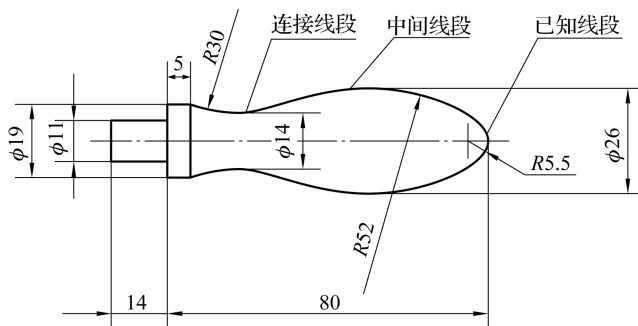

图 1-1-17 手柄
尺寸按其在平面图形中所起的作用,可分为定形尺寸和定位尺寸两类。现以如图 1-1-17 所示手柄的图形为例进行分析。
(1)定形尺寸。确定平面图形上几何元素大小的尺寸称为定形尺寸,如直线的长短、圆弧的直径或半径以及角度的大小等。如图 1-1-17 中的 $\phi 11$ 、 $\phi 19$ 、 $\phi 26$ 和 $R52$ 等。
(2)定位尺寸。确定平面图形上几何元素间相对位置的尺寸称为定位尺寸,如图 1-1-17 中的 80。
线,左、右端面,上、下顶(底)面等,如图 1-1-17 中的中心线。
分析尺寸时,常会见到同一尺寸既是定形尺寸,又是定位尺寸,如图 1-1-17 中,尺寸 80 既是确定手柄长度的定形尺寸,也是间接确定尺寸 $R5.5$ 圆弧圆心的定位尺寸。
(1)已知线段。已知线段有足够的定形尺寸和定位尺寸,能直接画出,如图 1-1-17 中的直线段 14, $R5.5$ 圆弧等。
(2)中间线段。中间线段有定形尺寸,但缺少一个定位尺寸,必须依靠其与一端相邻线段的连接关系才能画出。如图 1-1-17 中的线段 $R52$ 。
(3)连接线段。连接线段只有定形尺寸,而无定位尺寸(或不标任何尺寸,如公切线),也必须依靠其余两端线段的连接关系才能确定画出。如图 1-1-17 中的线段 $R30$ 。